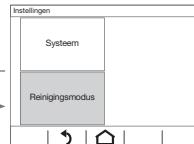

Afb. 8: reinigingsmodus
- Submenu **Reinigingsmodus** selecteren (afb. 8).
Het reinigingssymbool geeft de blokkering van het touchscreen aan. Voor de ingestelde duur, in uitleveringstoestand 5 minuten, worden aanrakingen genegeerd. Op het display wordt de resterende reinigingstijd als countdown ageteld (afb. 8).